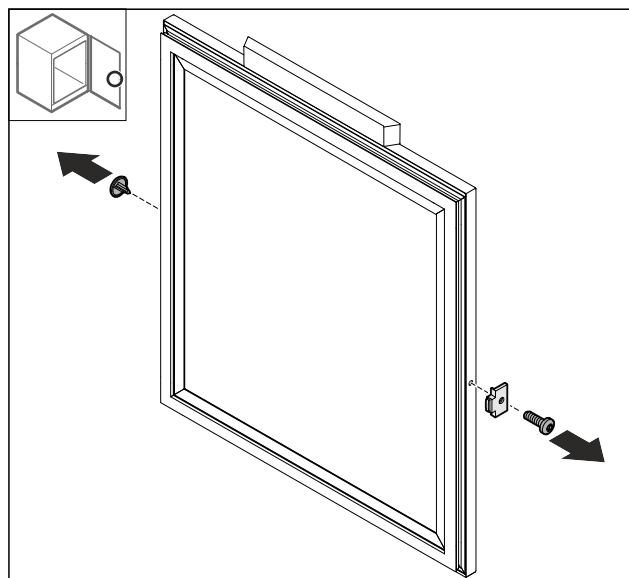

Fig. 69
- ▶ Îndepărtați capacul Fig. 69 (1).
- ▶ Demontați opritorul ușii Fig. 69 (2).